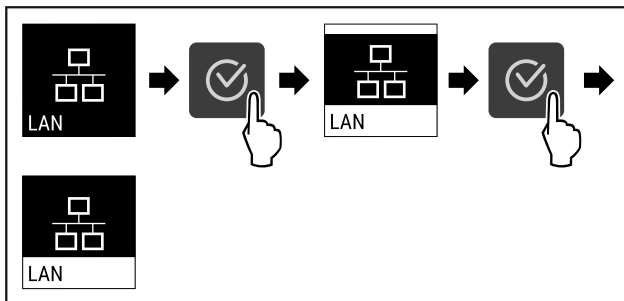

Fig. 91
- ▶ Vykonajte kroky akcie (pozri Fig. 91) .